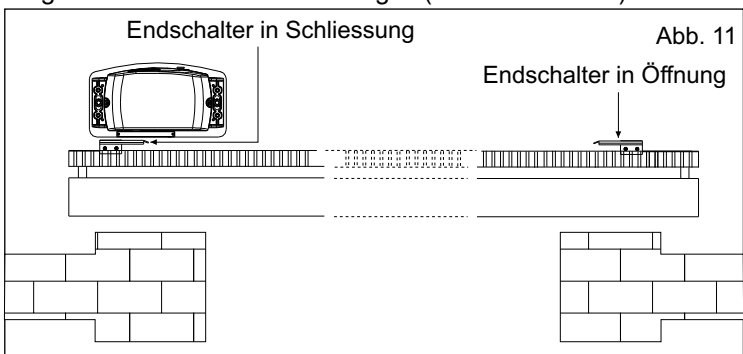

Abb. 11
6.1. Um die Endschalter in Öffnung zu installieren, wie folgt vorgehen (Abb. 11):
6.2. Zur Installierung und Einstellung der Endschalter in Schliessung wie folgt vorgehen (Abb. 11):